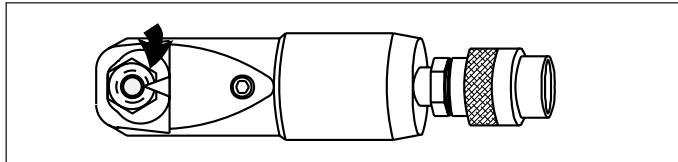

Figura 2
6. Acione a bomba até que a lâmina faça o corte através da porca. **NOTA:** Para evitar danos ao parafuso rosqueado, desligue a bomba assim que a porca for cortada. Ver Figura 2 para o ponto correto de parada da lâmina de corte.